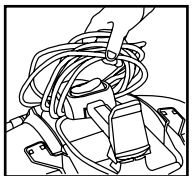

FIGURE 33
55. Saisissez l'ensemble du cordon d'alimentation inséré derrière la poignée et dégagez, en tirant au dessus de la section arrière du rebobineur. Tirez l'ensemble du cordon d'alimentation vers l'avant de l'aspirateur jusqu'à ce qu'il se dégage au complet de la section avant du rebobineur. **FIGURE 33.**